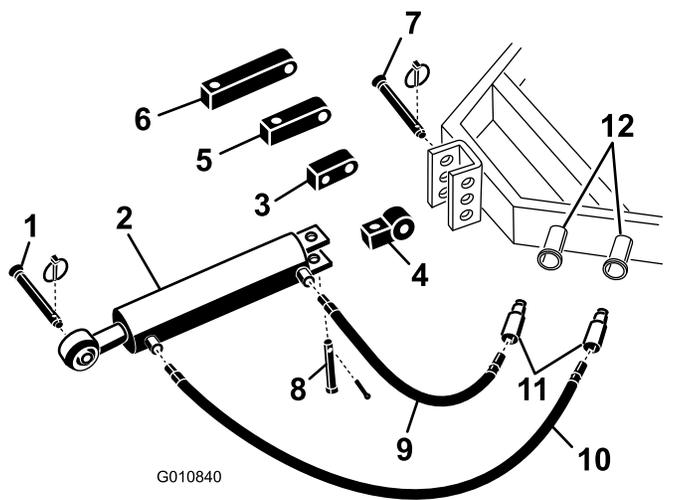

図 5
1. トラクタに付いているピンを使って、油圧式上部リンクの接続リンクをトラクタに固定する **図 5**。油圧式上部リンクは、ロッドの端がエアレータを向くように取り付ける。シリンダポートは、トラクタの補助パワー油圧に向くように取り付ける。
注 油圧シリンダのポートが上を向くような取り付けしかできない場合には、通常の取り付けブロックではなく、回転ブロックを使ってポートの位置を合わせてください **図 5**。回転ブロックの代わりに 90 度油圧フィッティングを使用することができます。フィッティングは付属品ではありません。
- A. 通常の接続リンクをシリンダに固定しているコッターピンとピンを抜き取る **図 5**。シリンダから接続リンクを取り外す。
- B. 外したピンを使って、回転ブロックをシリンダに取り付ける **図 5**。
- 長さ 107 cm の油圧ホースを、油圧式上部リンクのポートエアレータに近い方のポートに接続する 図 5。オイル漏れを防止するために、ねじ部にはシールドテープやコンパウンドなどのシール材を使用すること。
- 長さ 76 cm の油圧ホースを、油圧式上部リンクのポートトラクタに近い方のポートに接続する 図 5。オイル漏れを防止するために、ねじ部にはシールドテープやコンパウンドなどのシール材を使用すること。
油圧シリンダのロッドがブラケットにとどかない場合には、通常に取り付けブロックではなく、延長ブロックを使ってください 図 5。
- A. 通常の接続リンクをシリンダに固定しているコッターピンとピンを抜き取る 図 5。シリンダから接続リンクを取り外す。
- B. 外したピンを使って、必要な長さの延長ブロックをシリンダに取り付ける 図 5。